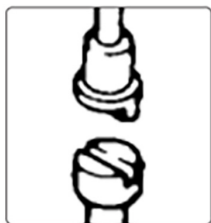

Fig.2
1. Desaperte o parafuso da forquilha do manipulador e introduza o conjunto do manipulador (1).
2. Rode o botão da válvula de libertação para colocar a biela na haste da válvula de libertação, conforme ilustrado na fig. 2.